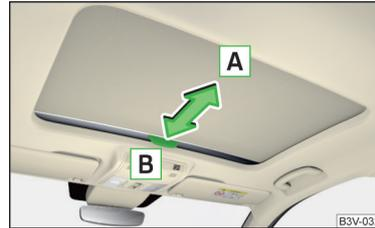

Abb. 64
- Zum **Öffnen** den Griff in Pfeilrichtung **A** ziehen » **Abb. 64**.